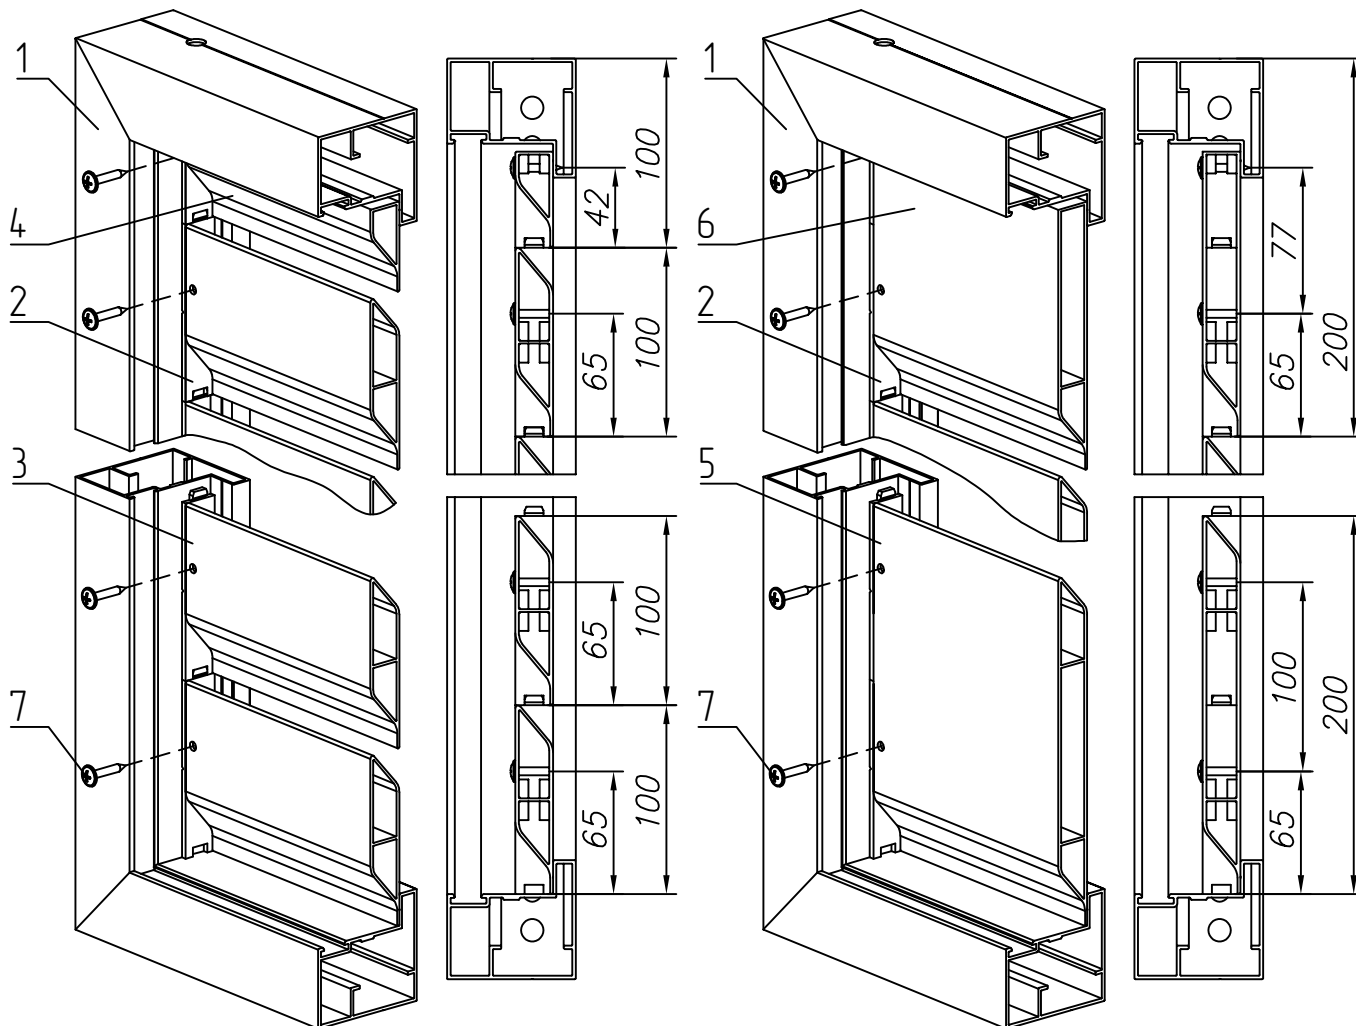
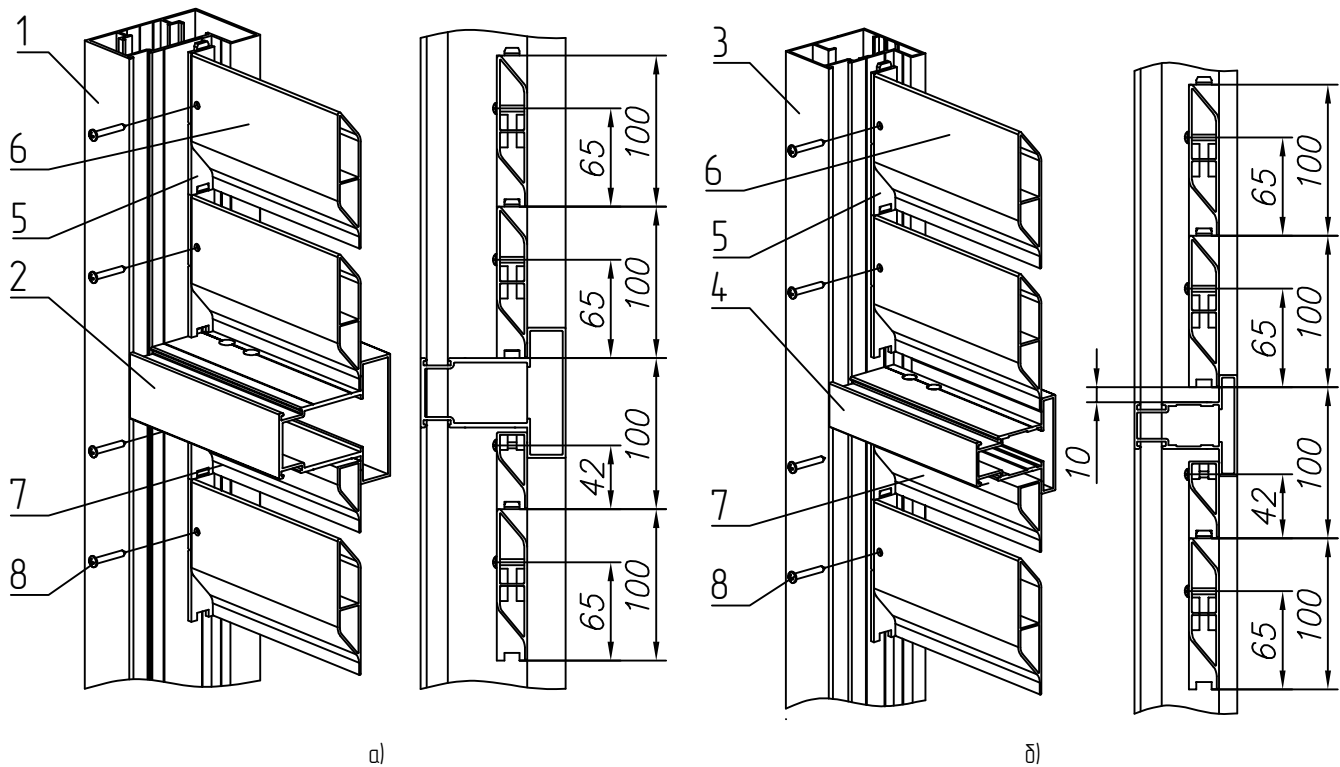

Рис. 8.20 – заполнение из алюминиевых профилей "жалюзи":
Рис. 8.21 – заполнение из алюминиевых профилей “жалюзи”:
Через отверстия в установленных профилях заполнения просверлить отверстия $\varnothing 3,2...3,5$ мм в одной стенке створки 1 (рис.8.20) или стойки 1 (рис.8.21) и зафиксировать винтами самонарезающими 3,9x28 ISO7049.
- нижнее окно заполняется аналогично изделию без импоста (рис.8.20),
- при изготовлении изделия на профиле 96мм нижний профиль заполнения устанавливается вплотную к импосту (рис.8.21а).
- при изготовлении изделия на профиле 68мм нижний профиль заполнения устанавливается на расстоянии 10мм от импоста (рис.8.21б).